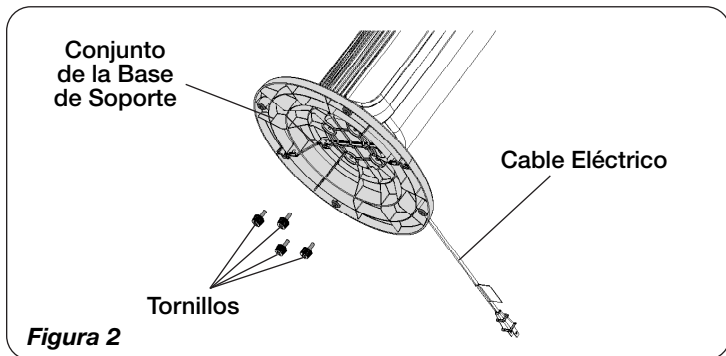

Figura 2
3. Alinee la Montura de la Base de Apoyo con la Base del Motor. Cerciórese de alinear la **Llave** del **Conjunto de la Base de Soporte** con la **Muesca Localizadora** de la Base Del Motor. Adose la Montura de la Base de Apoyo a la Base del Motor con **Tornillos**. (Figura 2)